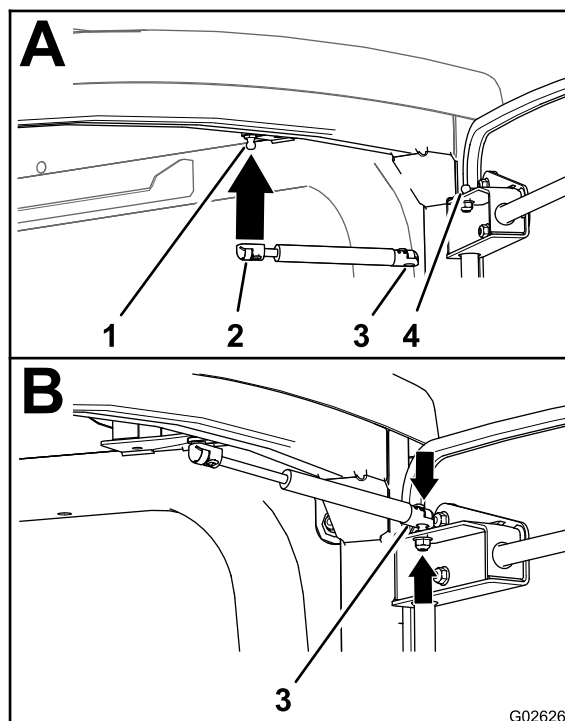

Figure 3
4. Placez la fixation située au bout de la tige de l'amortisseur de porte sur la tige de rotule du cadre de cabine (Figure 3).
5. Placez la fixation à l'extrémité vérin de l'amortisseur de porte sur la tige de rotule du cadre de porte (Figure 3).